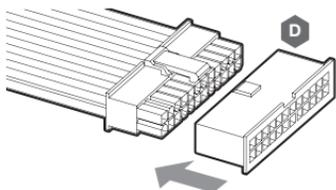

Figura 1
1. Desconecte los cables de alimentación de la fuente de alimentación de todos los componentes del ordenador, excepto el conector eléctrico Molex de 4 clavijas XD3 RGB. Asegúrese de que la PSU esté APAGADA, ya sea en el enchufe o a través del conmutador situado en la parte posterior de la PSU. Conecte el puente conector de 24 clavijas ATX adjunto a su cable ATX de 24 clavijas PSU. Esto le permitirá encender el XD3 RGB sin necesidad de encender el PC (Figura 1).